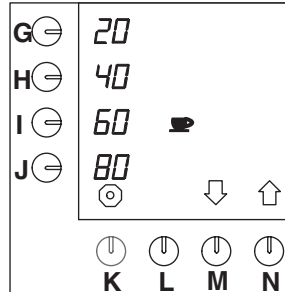

Abb. 35 Ändern der vorprogrammierten Wahl tasten für Tassen
- Drücken Sie auf die Wahl taste (N.) $\uparrow$, bis Abb.35 im Display erscheint.